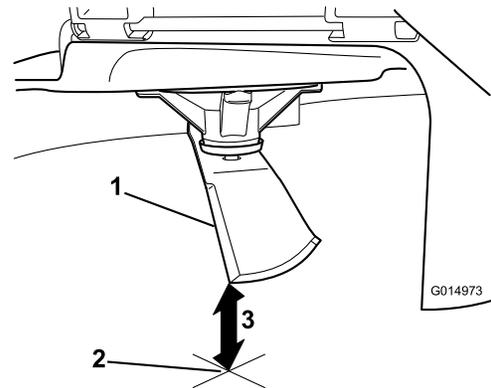

Bild 71
3. Messen Sie von der Messerspitze bis zu ebenen Fläche (Bild 71).